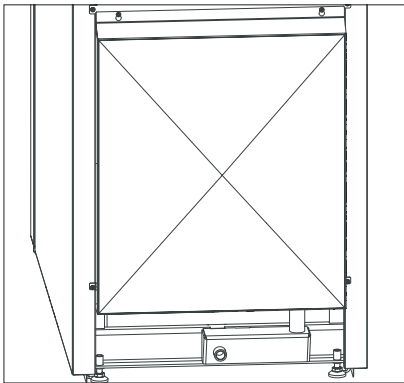

Fig. 40 Svitare la parete posteriore in basso
- ▶ Rimuovere la parete posteriore in basso – Fig. 40.